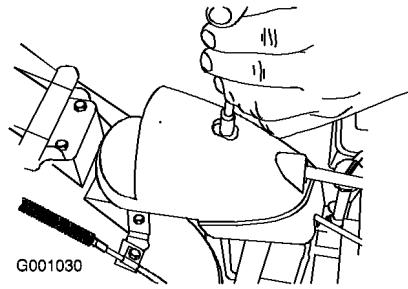

Figure 54
- Retirez la fixation du couvercle du secteur denté (Figure 54), soulevez l'avant du couvercle et faites-le coulisser en arrière de façon à l'écartier.